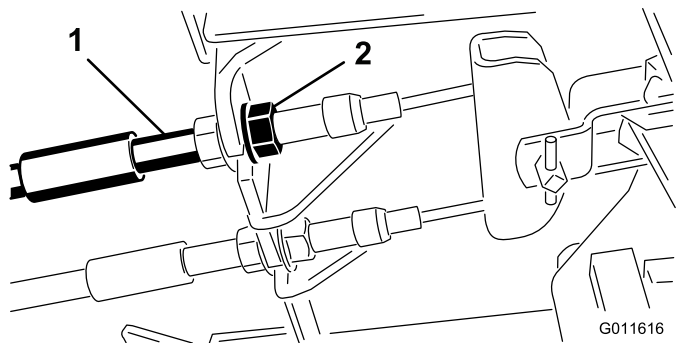

图65
1. 要缩短刹车踏板的自由行程，可以通过松开刹车拉线螺纹端的前螺母，紧固刹车（图65）。